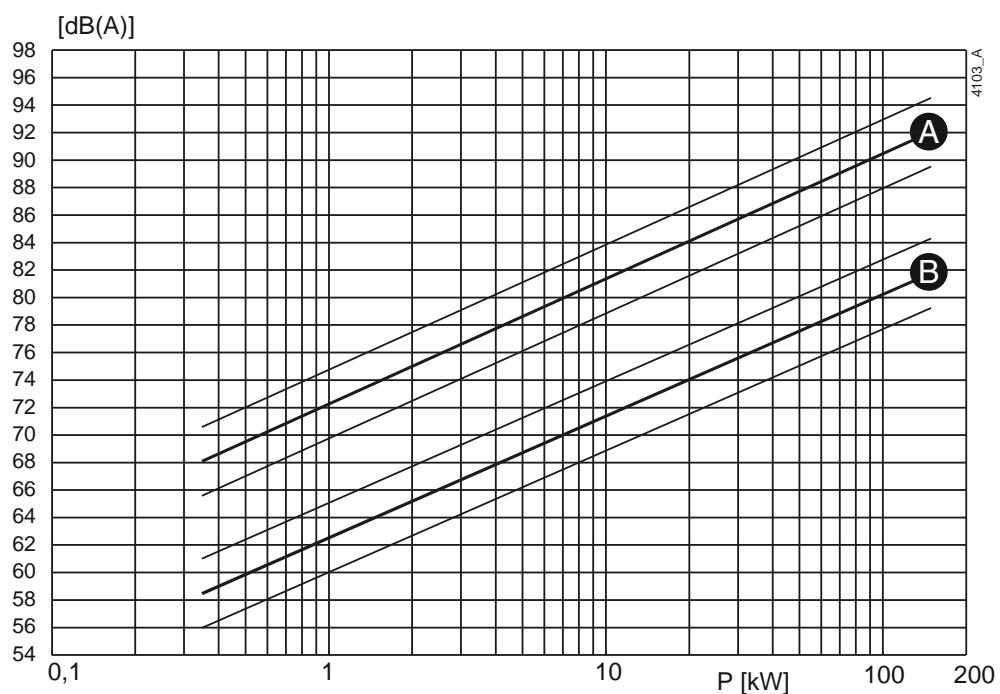

Рисунок 110. Зависимость уровня шума от мощности насоса [kBt] при 1450 об/мин.
- 1 Определите уровень шума (L_1) насоса, см. рисунок 110 или рисунок 111.